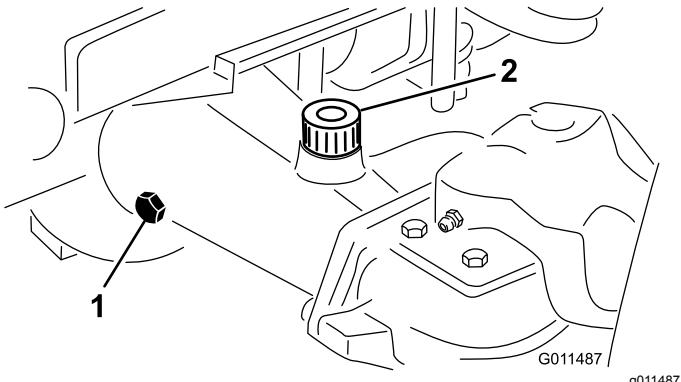

図 106
2. アクスルの一方の端部から点検用プラグを抜き、穴の高さまで潤滑油があることを確認する図 106。